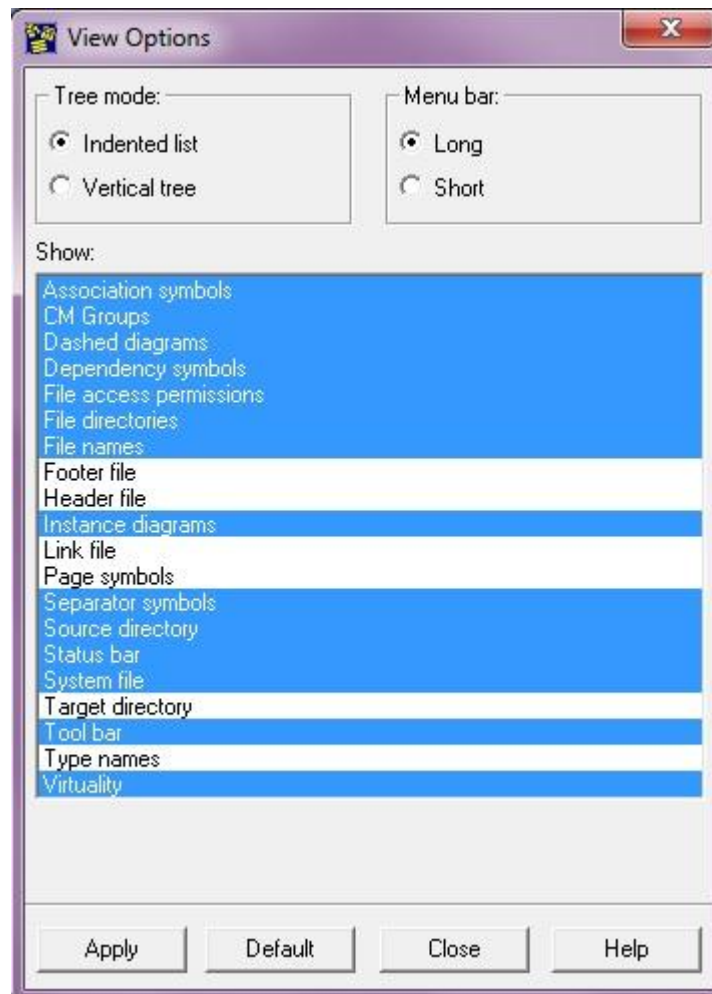

Figura 16: *View Options* en la ventana *Organizer*
- 3 Asegúrese de que las opciones se encuentran marcadas como en la figura 16 y seleccione Apply (Aplicar).